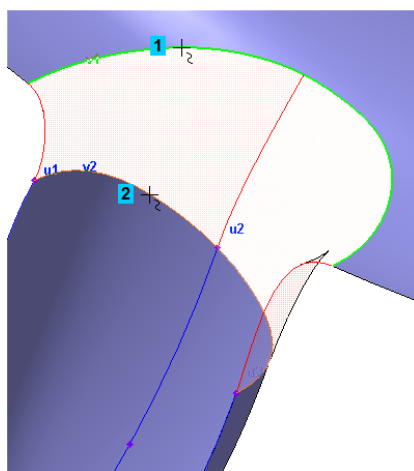

Рисунок 66
- Укажите кривые второго направления (направление V) (рис.66).